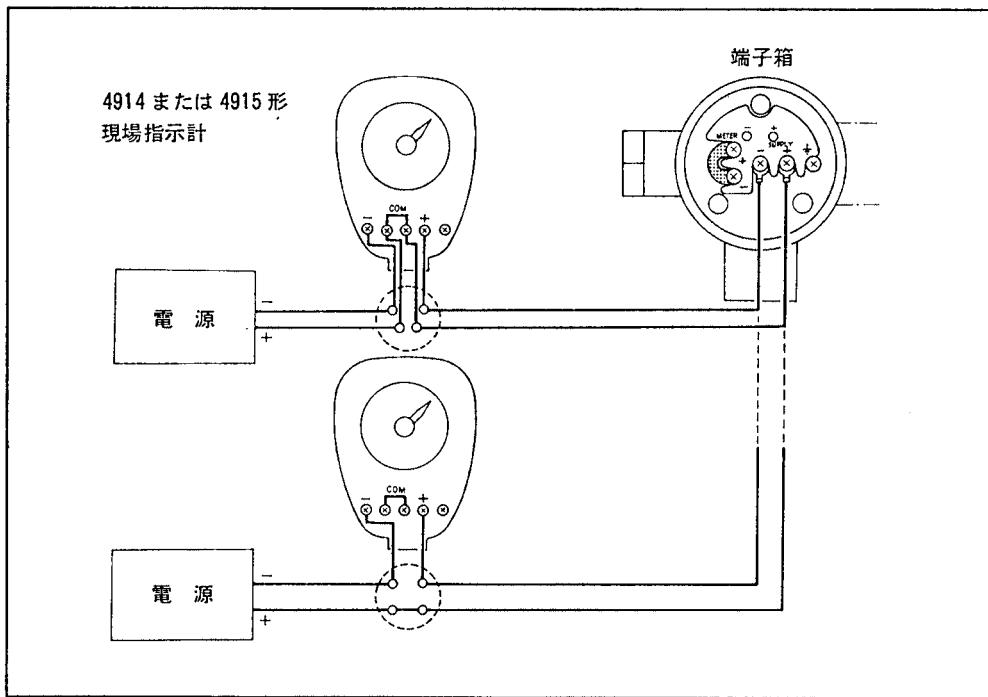

図 4.10 現場指示計の接続（2）
(4) (3)項の方法の他に、メータ接続端子のジャンパを取付けたまま図4.10のように配線することもできます。
(5) 端子箱カバーを取付けます。耐圧特殊防爆形の場合は錠締金具を必ず締めてください。